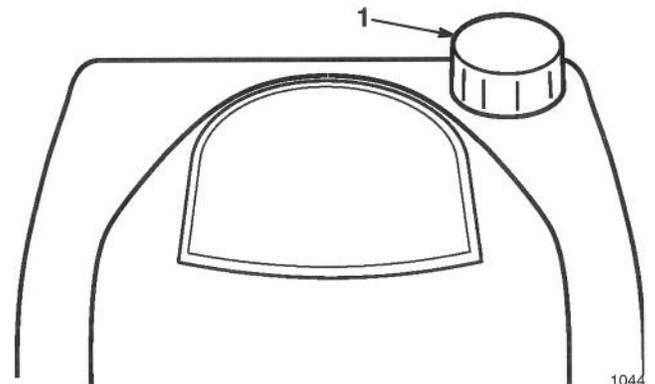

Figure 8
1. Nettoyer le pourtour du bouchon d'essence avant de le retirer (Fig. 8). Remplir le réservoir du mélange huile/essence jusqu'au bas du tube de remplissage et non pas dans le tube. NE PAS REMPLIR LE RÉSERVOIR EN EXCÈS. Replacer le bouchon correctement et essayer tout carburant répandu.